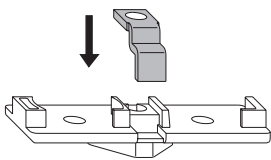

Bild 3
- A** Schließblech SP (2) in vorgesehene Nut des Schließteiles SP (1) einlegen (Bild 3).
- A** Schließblech SP (6) in vorgesehene Nut des Schließteiles SP (5) einlegen (Bild 3).